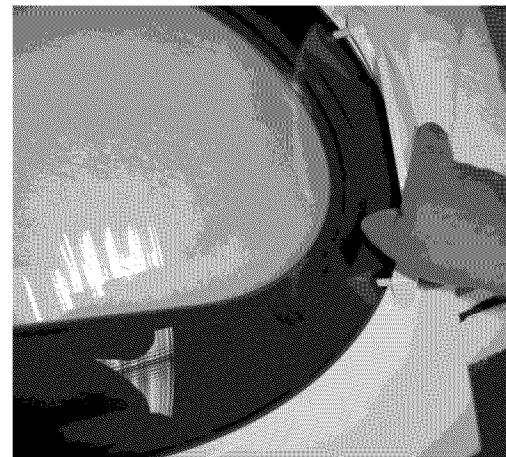

Figure 12
18. Réinstallez de la poignée de la Porte, en faisant passer les protubérances d'assemblage de cette dernière, à travers les trous dans le verre et l'anneau et en plaçant des vis à travers le panneau intérieur de la Porte et en serrant dans les protubérances de la poignée. (Figure 12).
20. Installez quatre (4) bouchons dans les trous du Panneau Frontal, où étaient placées les charnières à l'origine